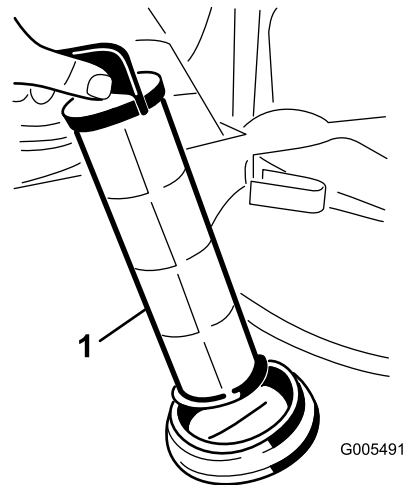

Bild 62
4. Ziehen Sie das Saugsieb aus dem Loch (Bild 62).